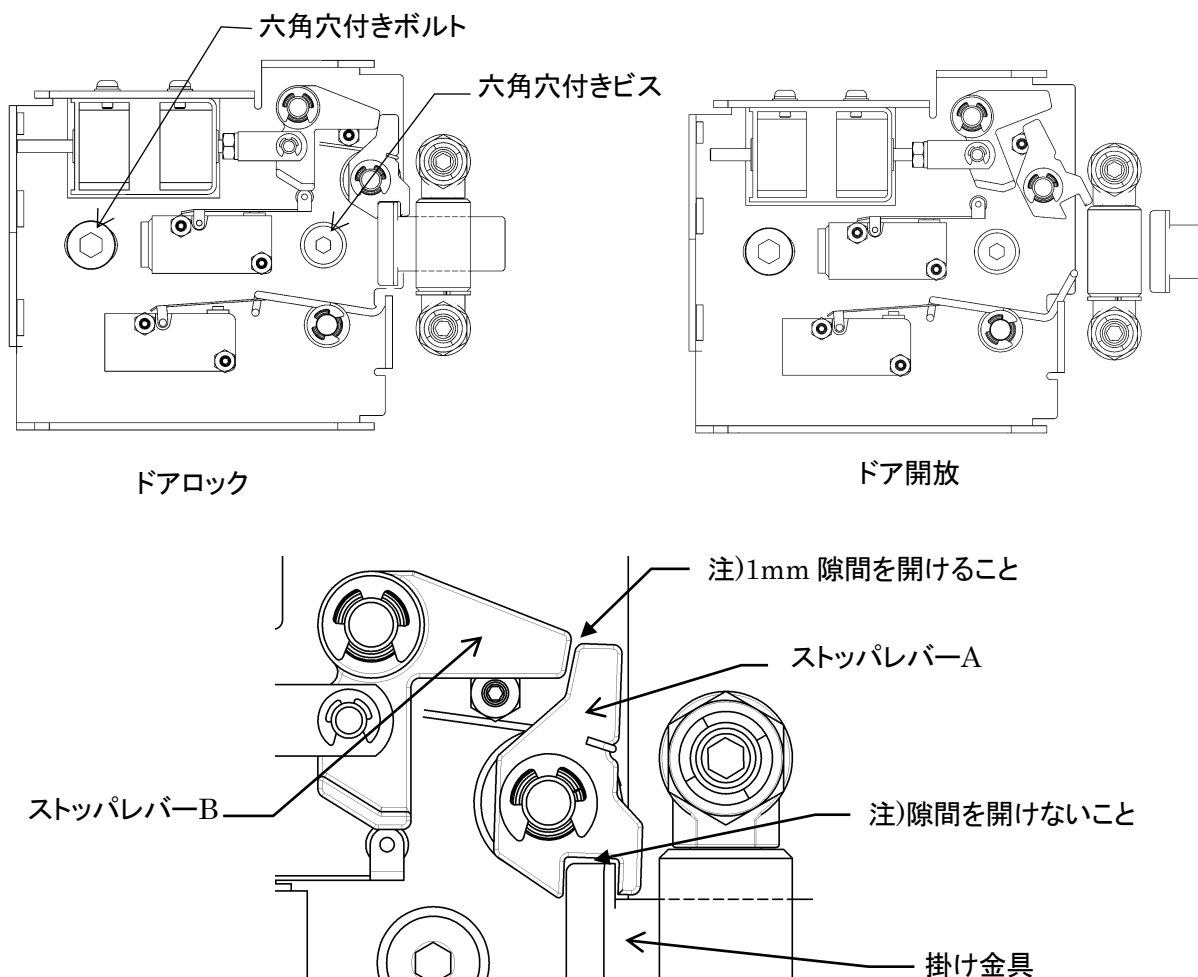

図 11-29
- ・ ドアロック及びドア開放時、図 11-29 の様になっています。
- ・ ドアロック時、ストップレバーA,B と掛け金具が図 11-29 の様にかみ合う位置に来る様に六角穴付きボルトと六角穴付きビスを緩めドアロック部を左右にずらし調整します。